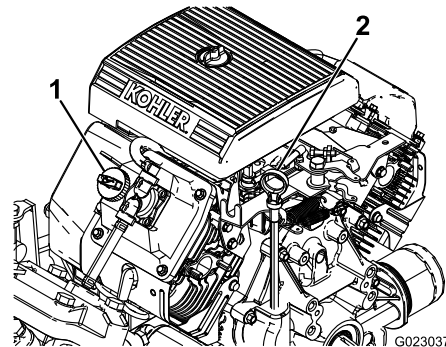

Figura 43
2. Retire la varilla y límpiela con un paño limpio (Figura 43). Introduzca la varilla en el tubo asegurándose de que entre a fondo. Retire la varilla y compruebe el nivel de aceite.
3. Si el nivel de aceite es bajo, retire el tapón de llenado de la cubierta de la válvula (Figura 43) y vierta aceite por el orificio hasta que el nivel de aceite llegue a la marca Lleno de la varilla. Añada el aceite lentamente y compruebe el nivel a menudo durante este proceso. No llene demasiado.
8. Agregue lentamente un 80% de la cantidad especificada de aceite por el tubo de llenado (Figura 43).